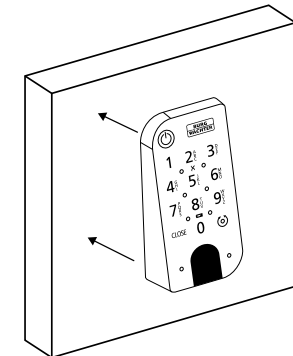

Fig. 8
③ Adhiera el teclado a la pared en la posición deseada (Fig. 8).